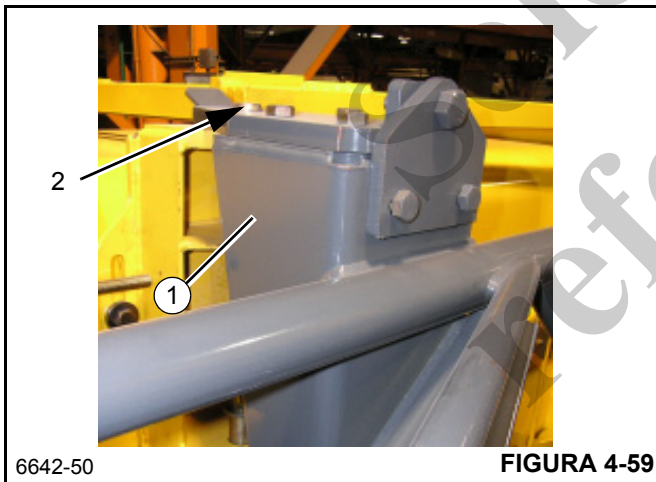
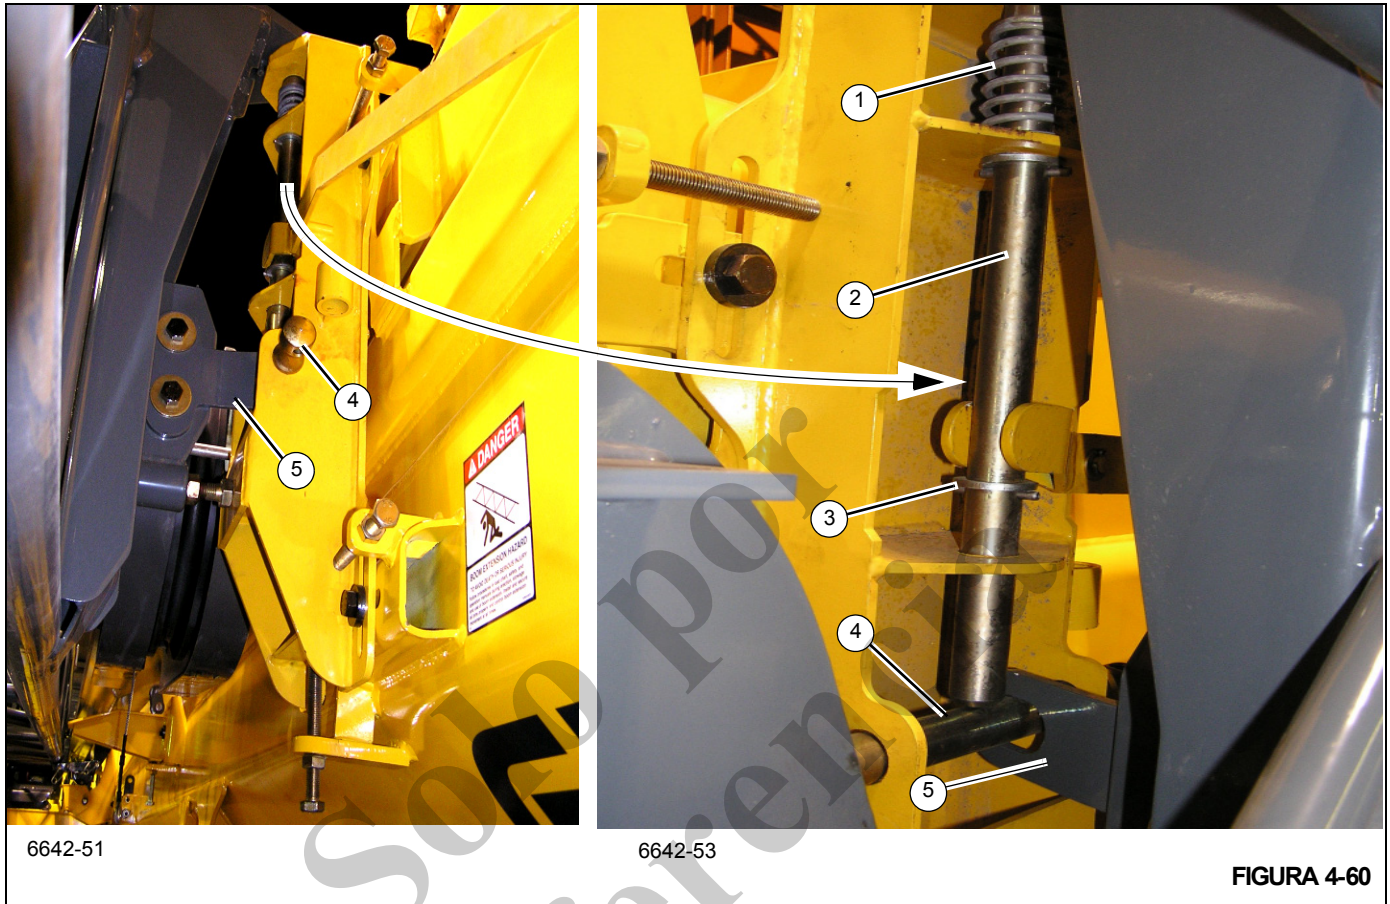

FIGURA 4-59
FIGURA 4-60
11. Eleve la pluma hasta que el pasador del pestillo delantero 2 (Figura 4-59) se engrane en la extensión de celosía de 33 pies. Verifique que la manija del pasador de resorte (no se ilustra, vea la Figura 4-52) está en la posición hacia abajo y contra la barra de tope.
Si el pasador del pestillo delantero (2) (Figura 4-59) y (2) (Figura 4-60) no se engrana en la extensión de celosía de 33 pies (1) (Figura 4-59), **DETÉNGASE**. NO continúe almacenando las extensiones de pluma hasta que el pasador de resorte del pestillo delantero (2) se haya enganchado correctamente y el pasador de bloqueo (4) (Figura 4-60) también se haya instalado correctamente.
Comuníquese con Manitowoc Crane Care para hacer los ajustes correctos si no se puede alinear la extensión de celosía con el pasador de resorte (2) (Figura 4-59) y (2) (Figura 4-60) o el pasador de bloqueo (4) (Figura 4-60).
12. Antes de proceder a almacenar las extensiones de pluma, verifique que el pasador de resorte (2) (Figura 4-59) se ha enganchado en la extensión de celosía (1) como se ilustra en la (Figura 4-59). El extremo del pasador de resorte (2) **debe** pasar por el agujero de la escuadra y sobresalir del borde del mismo.
A nivel de suelo, verifique visualmente que el pasador de resorte (2) (Figura 4-60) se ha enganchado en la extensión de celosía de 33 pies (5). Compruebe el enganche verificando que el resorte (1) está extendido; la arandela (3) no debe tocar la placa.
- 14. Instale el pasador de bloqueo (4) (Figura 4-60) y la pinza de retención (no se ilustra). **NO continúe almacenando la extensión si el pasador de bloqueo (4) no está instalado correctamente.** Consulte la advertencia de PELIGRO que aparece antes del paso 12 de este procedimiento.
Nunca extraiga los pasadores de almacenamiento (1, Figura 4-61) de las orejetas derechos de la punta de la pluma sin antes haber fijado la extensión de celosía de 33 pies (10.1 m) debidamente a la rampa de almacenamiento trasera y a la escuadra del pestillo delantero (Figura 4-59 y Figura 4-60).